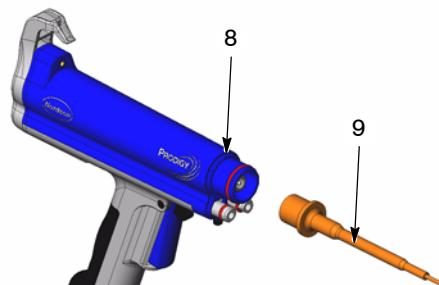

Рис. 4 Снятие держателя резистора
7. См. рис. 4. Вывернуть держатель резистора (9) из умножителя (8).
4. См. рис. 4. Навернуть держатель резистора на умножитель (8).